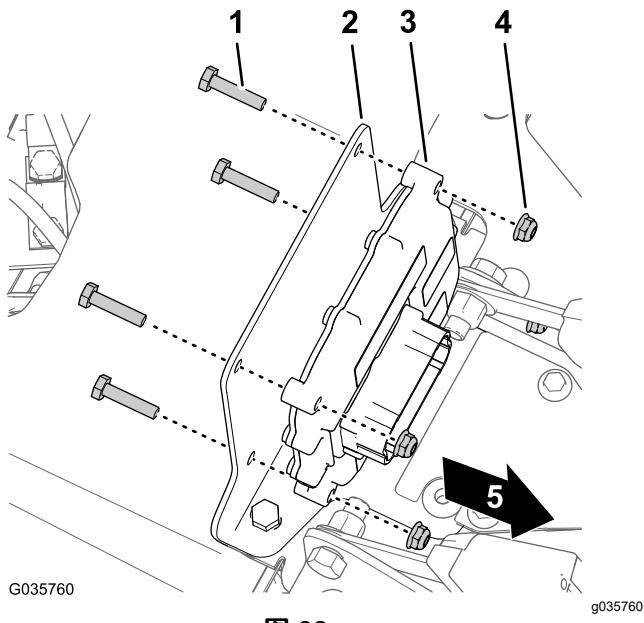

图 32
2. 对于 2015 年及之前的机器——找到内部操作员和乘客安全带之间的可拔出栓塞从控制台底座上拆下可拔出栓塞图 32。
3. 用 4 个螺栓 $\frac{1}{4} \times 1\frac{1}{8}$ 英寸和 4 个锁紧螺母 $\frac{1}{4}$ 英寸将电子控制器安装到安装支架 图 32 上。